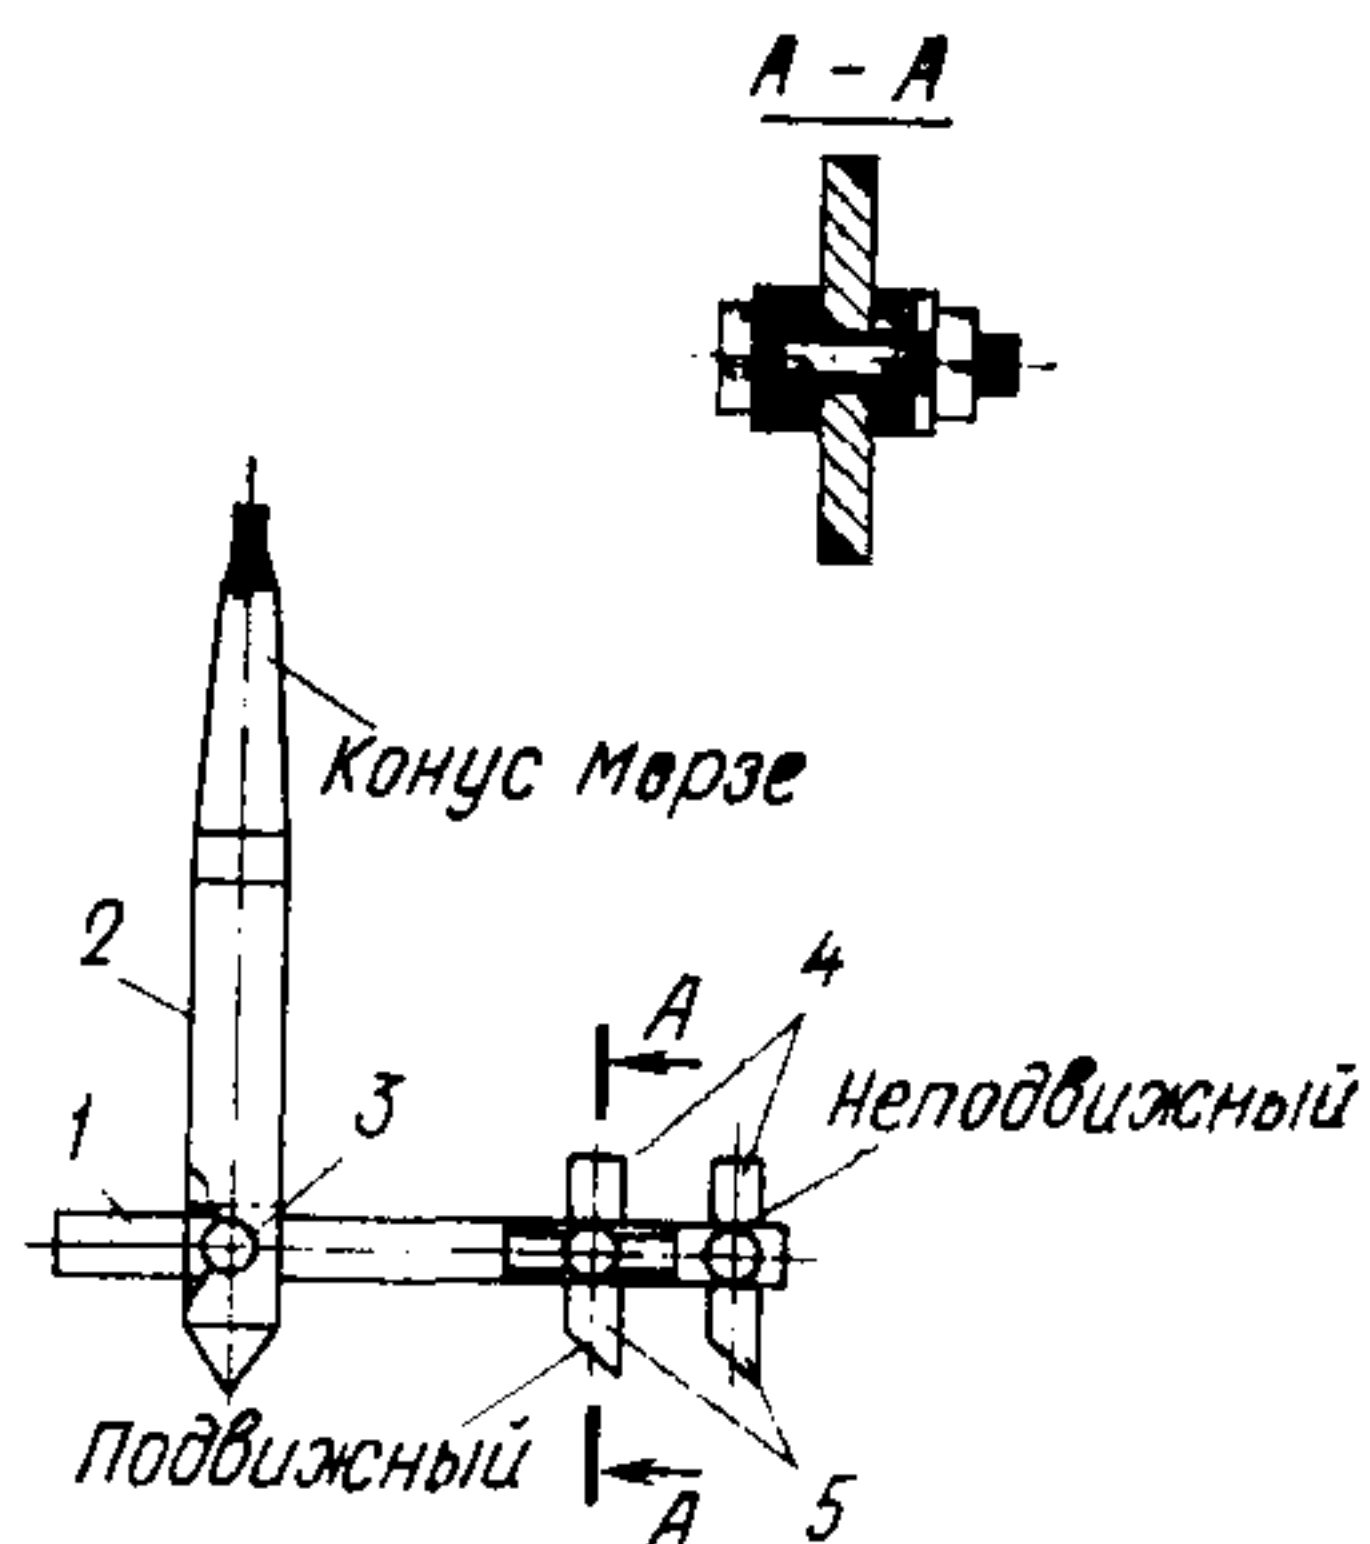

Рис. 6. Приспособление для вырезки прокладок на сверлильном станке
7. Приспособление для вырезки прокладок на сверлильных станках (рис. 6).